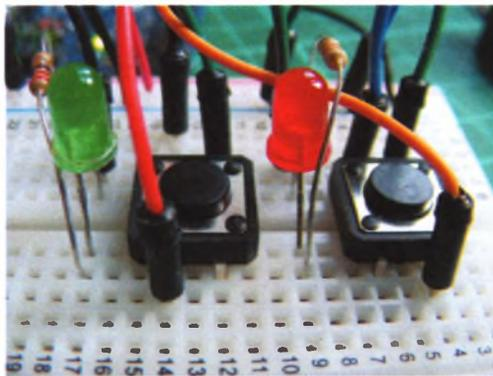

РИСУНОК 17.5
5. Затем подключите кнопки, как показано на рис. 17.5. Чтобы создать кнопку готовности, подключите ножку С первой кнопки к контакту GND, а ножку D — к контакту 5 платы Arduino. Чтобы создать кнопку запуска, подключите ножку С второй кнопки к контакту GND, а ножку D — к контакту 6 платы Arduino.